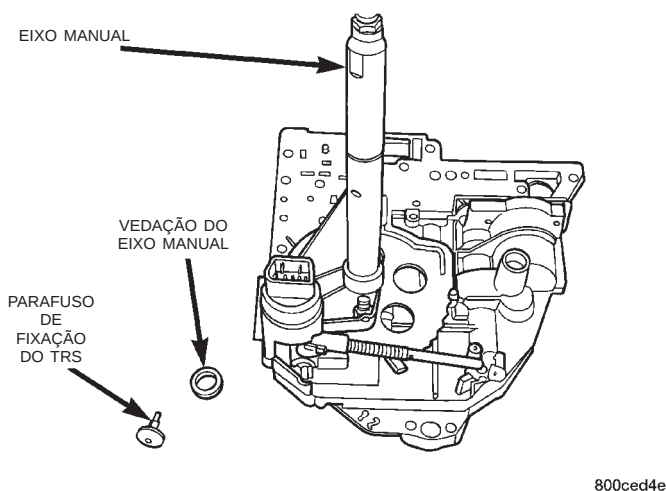

Fig. 20 Remoção da Vedação do Eixo Manual
- (13) Remova a vedação do eixo manual (Fig. 20).